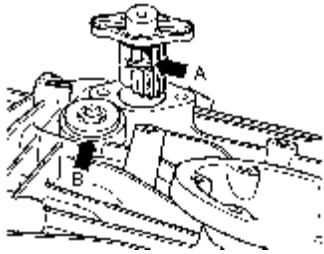

图 9-66 整套锁止机构安装位置
④变速箱中整套锁止机构的安装位置应保证图 9-66 中凹片（箭头 A）朝向螺栓（箭头 B）。